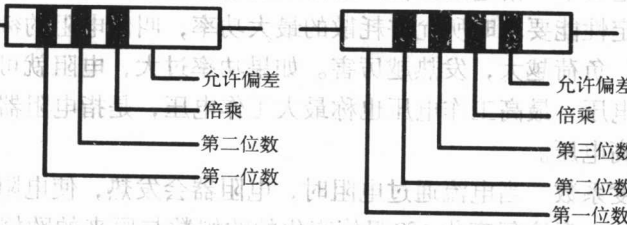
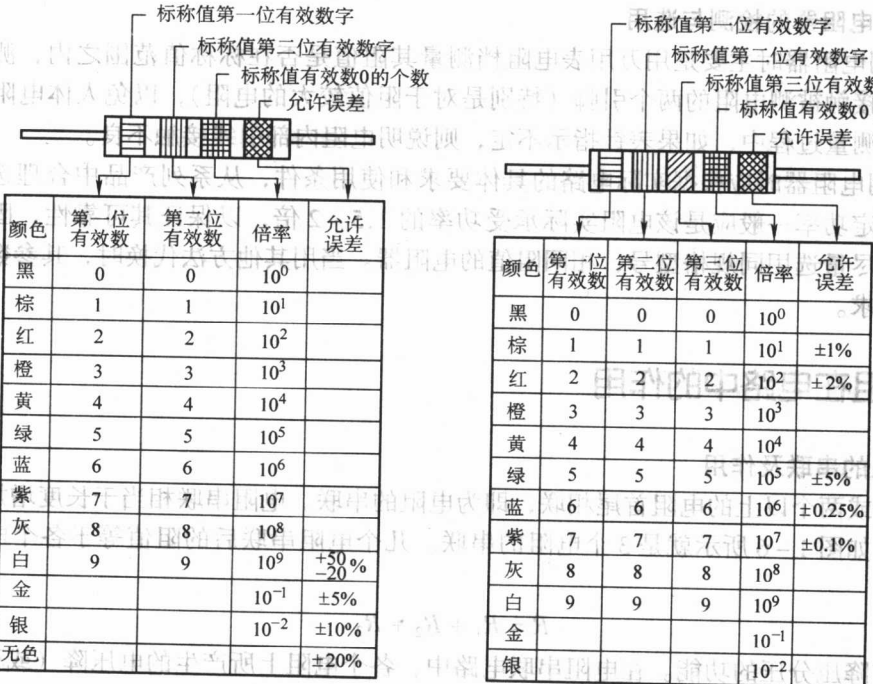

图 1-4 色带位置的含义
图 1-5 电阻的阻值与误差的色标读取法
(3) 色标法 用不同的颜色带或点在电阻器表面标出标称阻值和允许误差的方法。如图 1-4 所示为色标法标志电阻阻值时色带位置的含义，电阻的阻值与误差的色标读取法如图 1-5 所示。